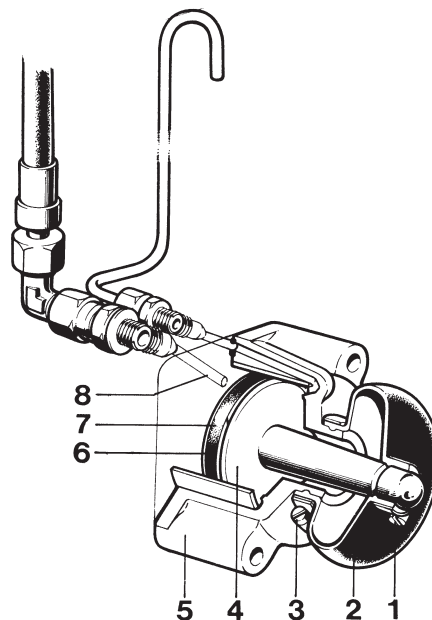

Fig. 47. Trimcylinder med anslutning
2. Lossa de två slangklammorna (1 och 3 fig. 47) för gummibälgen (2) samt avlägsna densamma.
3. Tryck ur kolven (4) ur cylinderhuset (5 använd en gummi-klubba vid behov) samt demontera stödringen och tätningringen (6 och 7) från kolven.